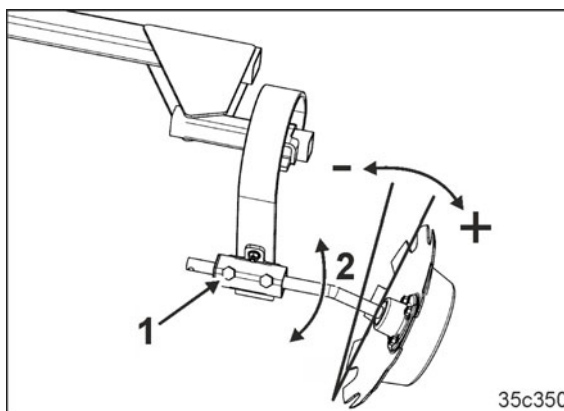

Fig. 206
5. Desfaceți șuruburile (Fig. 206/1)
6. Reglați astfel intensitatea de lucru a marcatorului de urmă prin rotirea (Fig. 206/2) discului marcatorului de urmă, încât în cazul solurilor moi să stea aproximativ paralel cu direcția de deplasare și în cazul solurilor tari să stea mai mult pe mâner.
7. Strângeți fix șuruburile (Fig. 206/1)